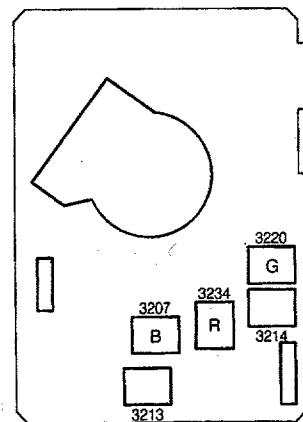

Fig. 9
**2. Ajustes en el panel del tubo de imagen (Fig. 9)**